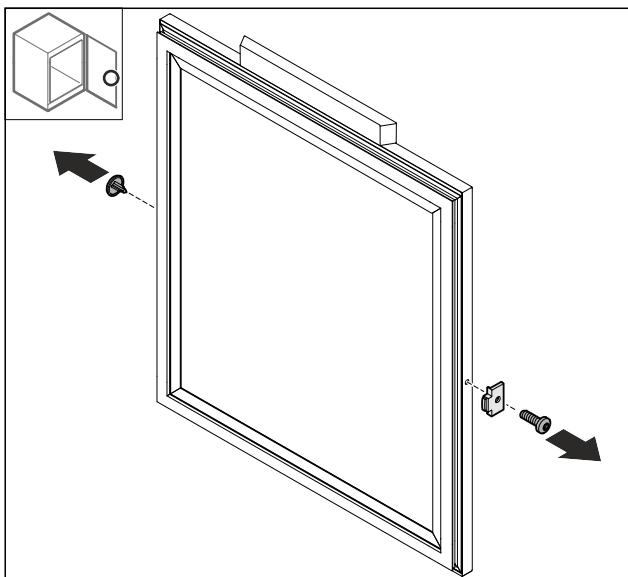

Fig. 69
- Odstranite pokrov Fig. 69 (1).
- Demontirajte nastavek za vrata Fig. 69 (2).